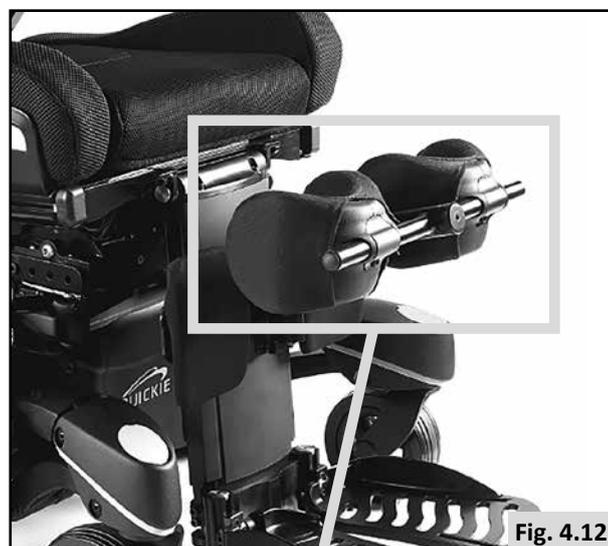

Fig. 4.12
- Allentare i bulloni (E).
- Serrare i bulloni (E).
4.4.4 Regolazione dell'altezza degli adduttori per le ginocchia (Fig. 4.12 - 4.13):